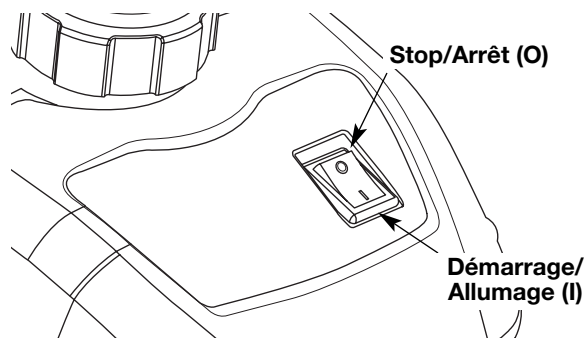

Fig. 6
2. Mettez la commande Marche/Arrêt Stop en position **MARCHE (I)** (Fig. 6).